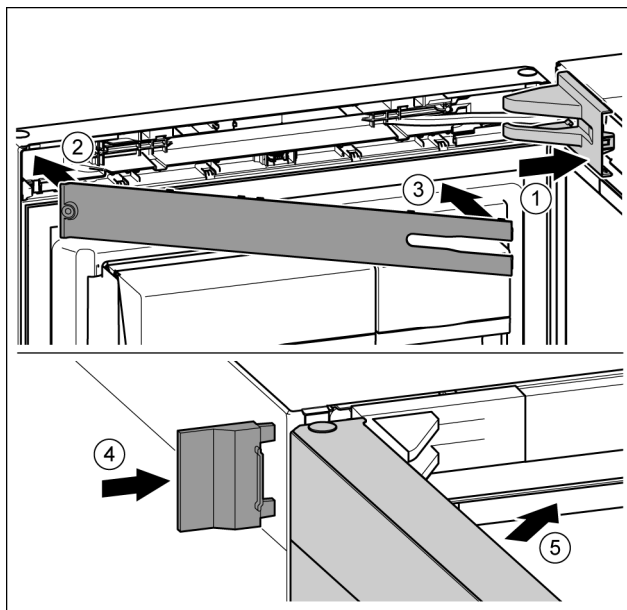

Fig. 23
- ▶ Nasadte kryt ložiskovej konzoly a zaisťte, príp. opatrne rozotlačte. Fig. 23 (1)
- ▶ Nasadte kryt. Fig. 23 (2)
- ▶ Kryt priklopte a zaisťte. Fig. 23 (3)
- ▶ Nasuňte vonkajší kryt. Fig. 23 (4)
- ▶ Zatvorte vrchné dvere. Fig. 23 (5)